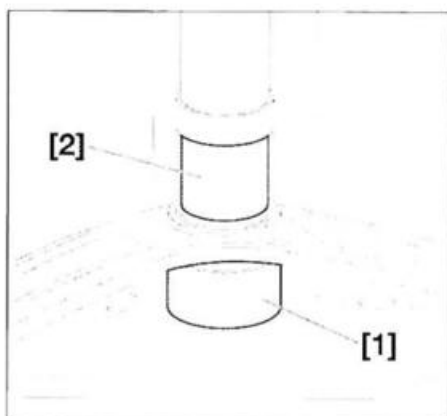

FIG. 13
- Colocar los útiles [1] y [2] (campana de apoyo ref. 0621.N, tapón de montaje ref. 0621.M) en la articulación elástica (fig. 13).